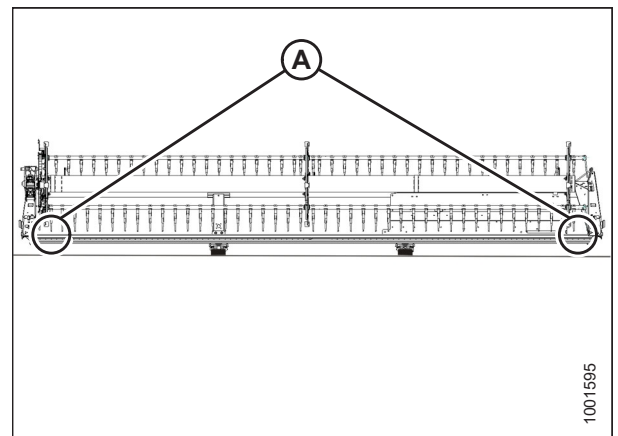

Figura 4.262: Punti di misurazione FlexDraper® – Aspo singolo
- Testate ad aspo singolo: Figura 4.262, pagina 459